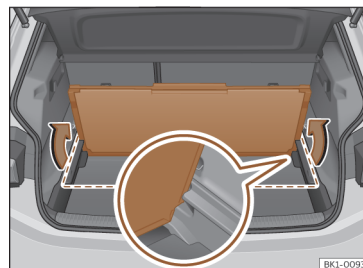

Abb. 165 Im Gepäckraum: Zweiten Gepäckraumboden arretieren.
- Den Boden nach dem Abklappen anheben und mit der offenen Seite nach unten in die Seitenaufnahmen einsetzen >>> (Abb. 165) (vergrößerte Darstellung).